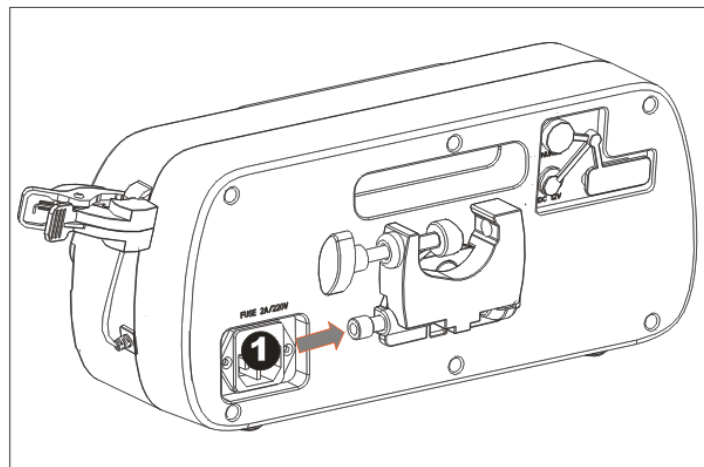
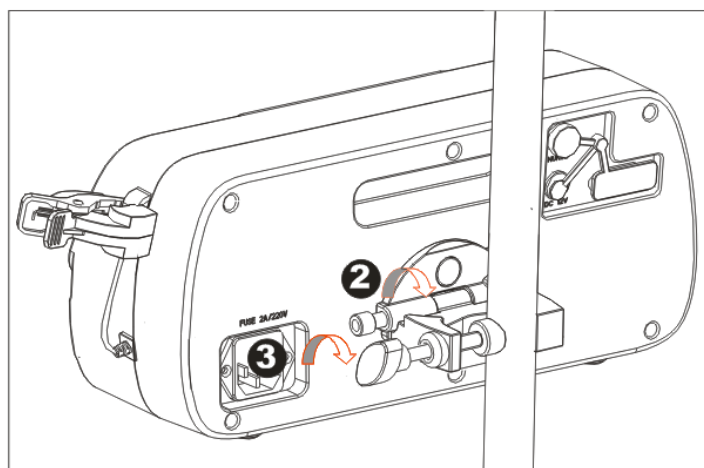

Figura 4: Apertura de la pinza de fijación.
Figura 5: Fijación a la abrazadera.
- Método para fijar el equipo a un soporte vertical: presione el extremo del eje de rotación (paso 1), rote la abrazadera de fijación 90 grados (paso 2), gire la perilla y ajuste la morsa al soporte (paso 3), realice este procedimiento de acuerdo con la figura 4 y la figura 5.